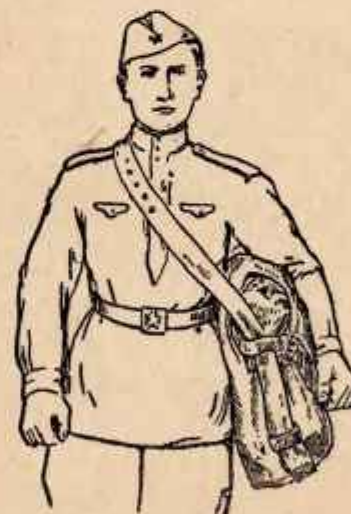
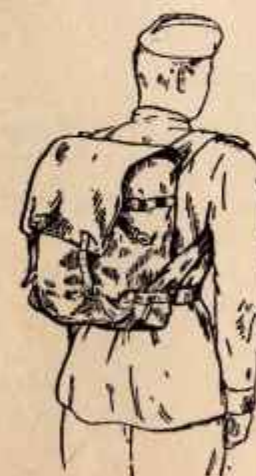

Рис. 23. Аппарат ИПСА в «походном» положении (на боку)
Рис. 24. Аппарат ИПСА в «походном» положении (на спине)
30. В «походном» положении аппарат ИПСА переносится в сумке на левом боку (рис. 23) или на спине (рис. 24).